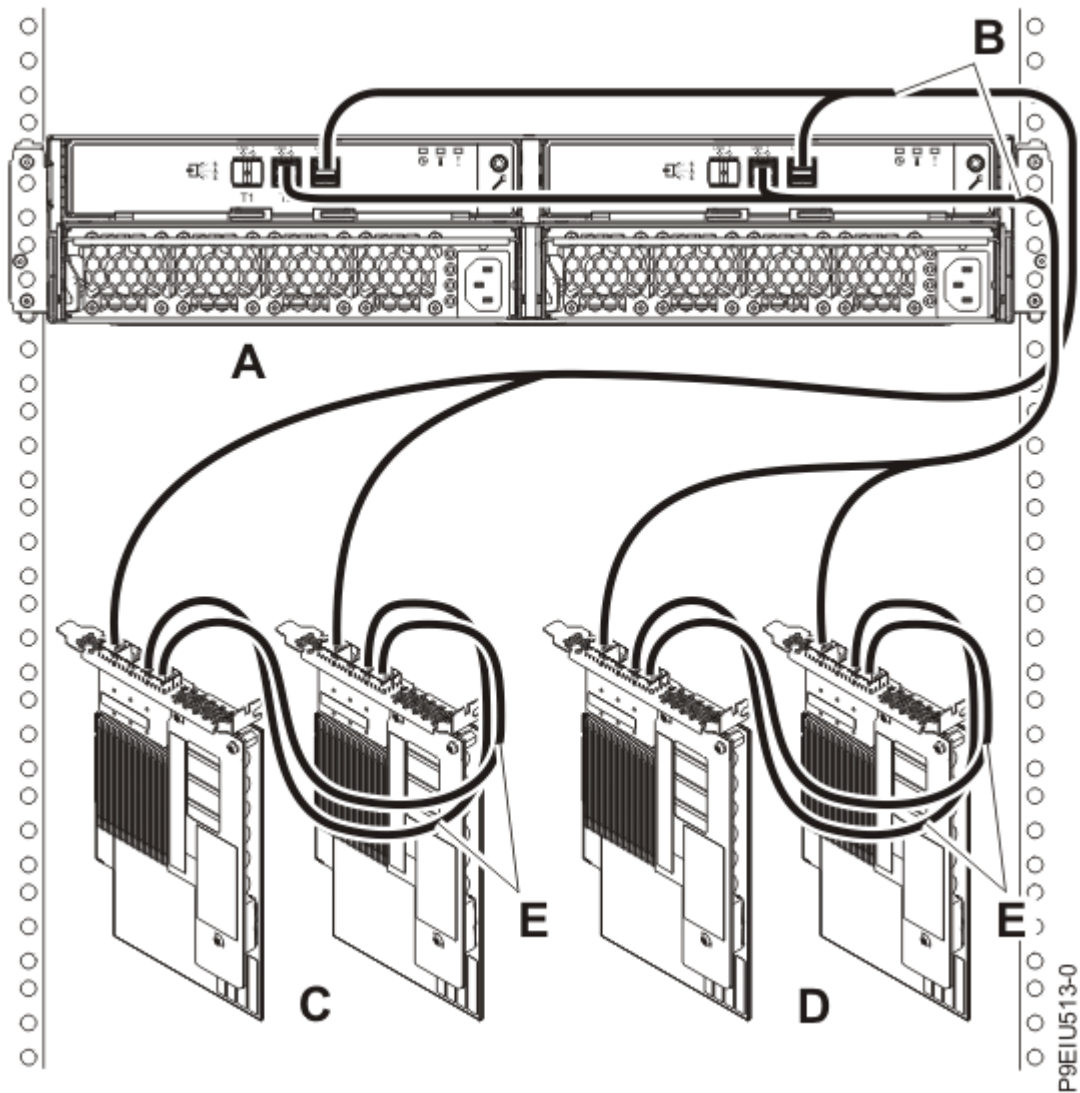

図 22. AA ケーブル付きの 2 対の FC EJ0L SAS アダプター・ペアまたは 2 対の FC EJ14 SAS アダプター・ペアへの X12 ケーブルを使用した、1 台の ESLS のモード 2 接続
22. 28 ページの図 22 に示すように、AA ケーブル (E) 付きの 2 対の FC EJ0L SAS アダプター・ペアまたは 2 対の FC EJ14 SAS アダプター・ペア (C および D) への X12 ケーブル (B) を使用して 1 台のエンクロージャー (A) のモード 2 接続を行います。次に、30 ページの『ケーブルと電源コードの接続およびカバーの取り付け』に進みます。